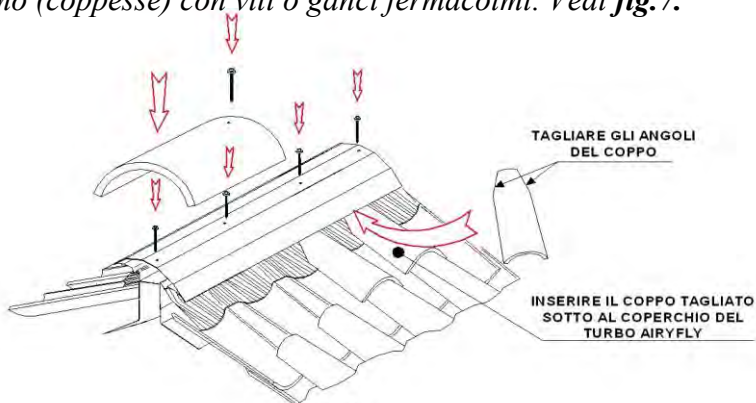

Fig. 7
- 8- Fissare gli elementi di colmo. (Vedi fig.7).
- 8- Inserire i coppi di coperta sotto al coperchio del TURBOAIRYFLY (tagliare gli angoli in modo che lo spigolo del coppo non possa rompere la bandella plissettata), e fissare il coperchio con apposite viti e rondelle. Fissare i coppi di colmo (coppesse) con viti o ganci fermacolmi. Vedi **fig.7**.